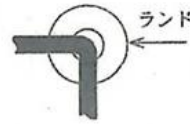
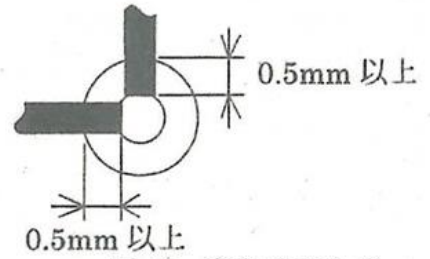

図 16
図 17 直角に交わる
- ・配線の変える場合は、図16のようにランド上で行い、そのランドをはんだ付けすること。また2方向から直角に交わるスズメッキ線を配線するランドでは、スズメッキ線を図17のように切断し、そのランドをはんだ付けすること。